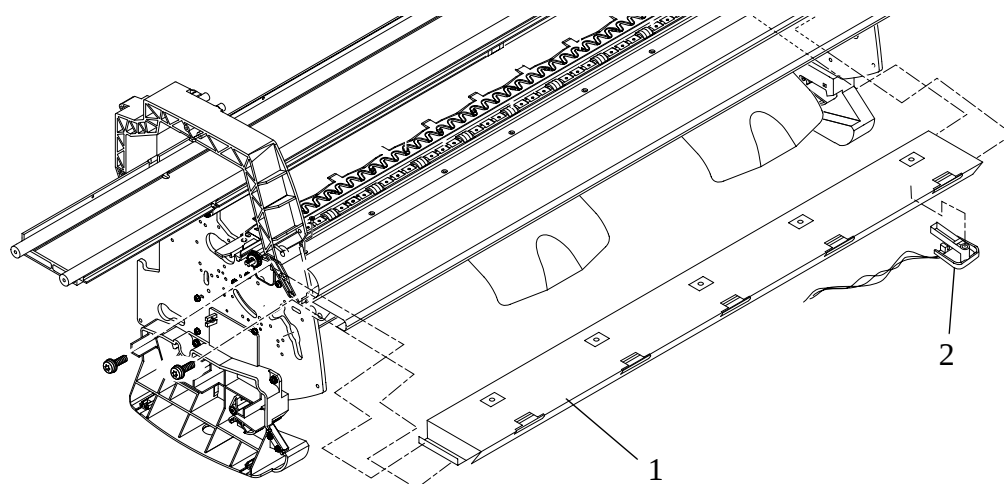

図 25 : メディア センサ
- 2 センタ ガイド (部品1) の下からメディア センサ (部品2) を慎重に取り外します (図25参照)。